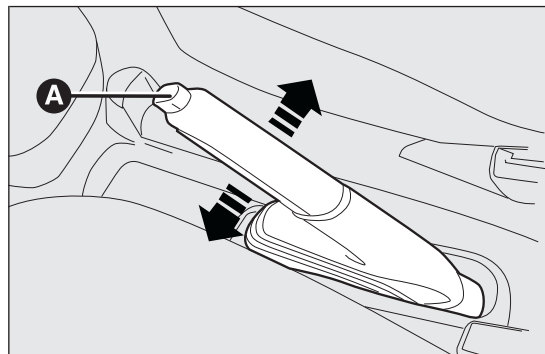

fig. 113
La palanca del freno de mano fig. 113 está situada entre los asientos delanteros.
- ☐ levantar ligeramente la palanca y pulsar el botón de desbloqueo A fig. 113;